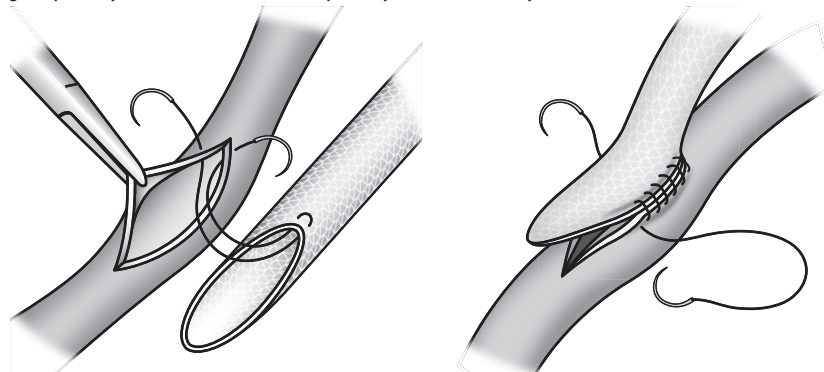

Fig. 5
2. Monofilamentärt polypropylen rekommenderas som suturmaterial. Under suturering, evertera protesens kanter och se till att hela väggens tjocklek och en nätmaska tas med varje stygn. Fig. 5. Användning av icke-skärande nålar under suturering rekommenderas.